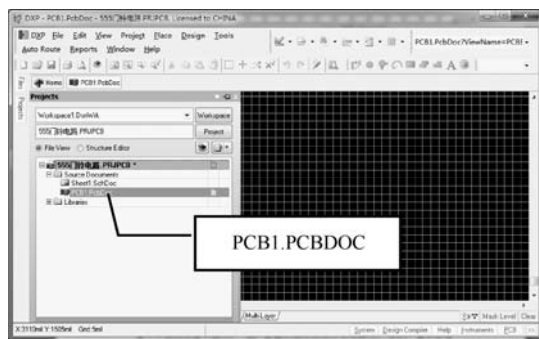

图 2-1-13 新建原理图菜单
(2) 单击“File”→“New”→“PCB”菜单命令，将新建一个 PCB 文件，默认文件名为“Pcb1.PCHDOC”。此时系统将自动打开 PCB 编辑器，整个工作界面如图 2-1-13 所示。